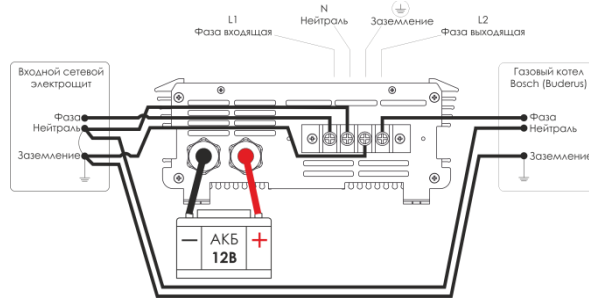

Рис.2
- подключение котла к нейтрали и заземлению должно осуществляться непосредственно в вводном сетевом электрощите, с помощью отдельного кабеля сечением не менее 1,5 мм², подключение к кабелю иных нагрузок кроме котла не допускается, см. Рис.2;
- шина нейтрали в вводном сетевом электрощите должна иметь надежное соединение с шиной заземления, см. Рис.2.